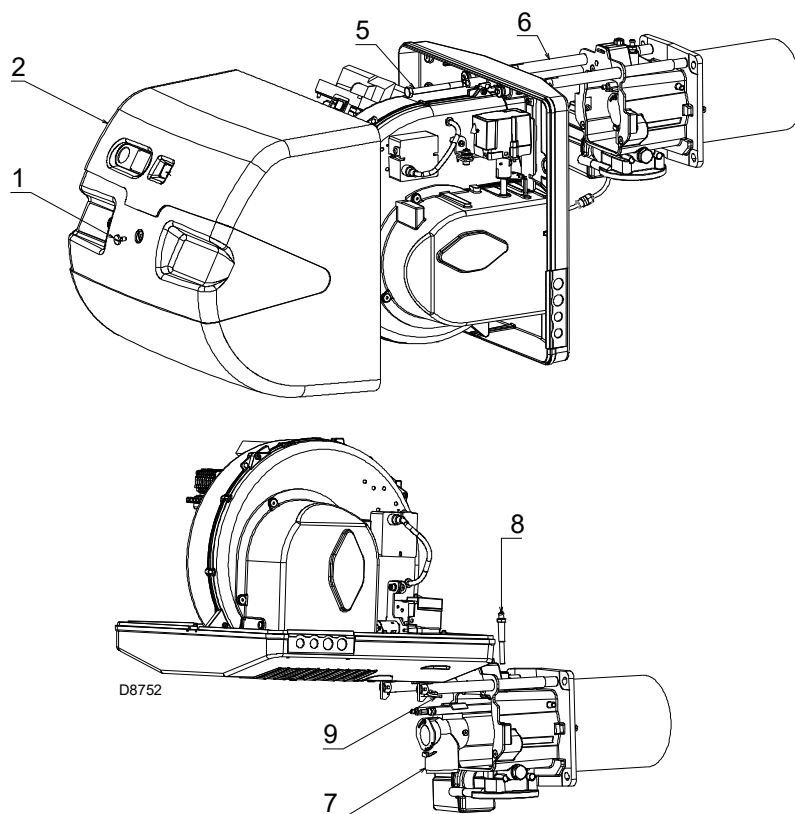

Fig. 36
- Aflojar el tornillo 1)(Fig. 36) y sacar la envolvente 2).
- Quitar el tornillo 5)(Fig. 36) y el pasador endido 9) y retrasar el quemador unos 100 mm sobre las guías 3.
- Quitar el pasador endido 9)(Fig. 36) y empujar el quemador hasta aproximadamente 100 mm del manguito.
- Enroscar nuevamente el tornillo 5)(Fig. 36) y el pasador endido 9).